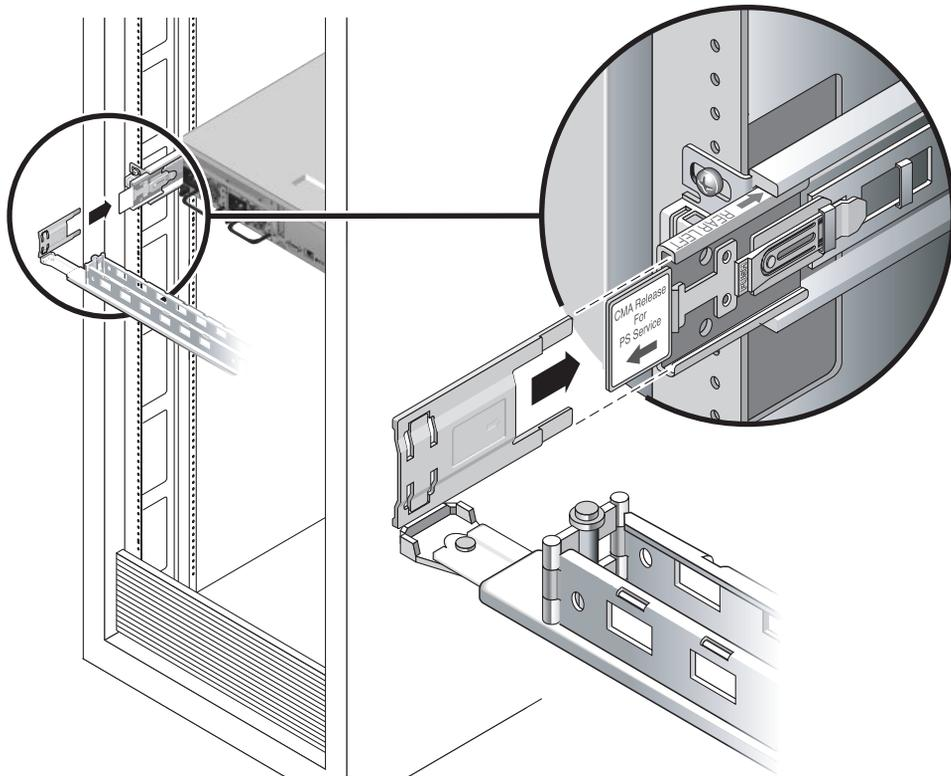

FIGURA 2-11 Montaje del brazo en la guía izquierda
- 4. Inserte la pieza de plástico (con bisagra) situada en el extremo izquierdo del CMA en la extensión montada con anterioridad (FIGURA 2-11).**